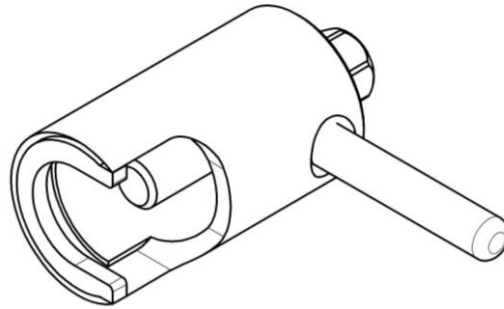

Рис. 6 - Съемник крыльчатки.
6. Снять крыльчатку при помощи специального съемника (Рис.6)
отсоединить пленочной клавиатуры от разъема X8 и X6. Снять контроллер с панели управления. Подать питание на шкаф и с помощью технологической перемычки замыкать контакты, согласно электрической схеме на рис. 6 – имитация нажатия кнопки. Определить неисправный элемент и заменить.